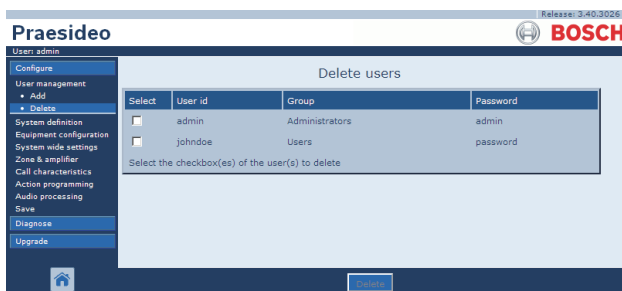

abbildung 42.5: Benutzer löschen, Schritt 1
- 1 Rufen Sie *Configure User management Delete* auf. Im Mainframe der webbasierten Benutzeroberfläche erscheint ein Bildschirm, der dem in abbildung 42.5 ähnelt.